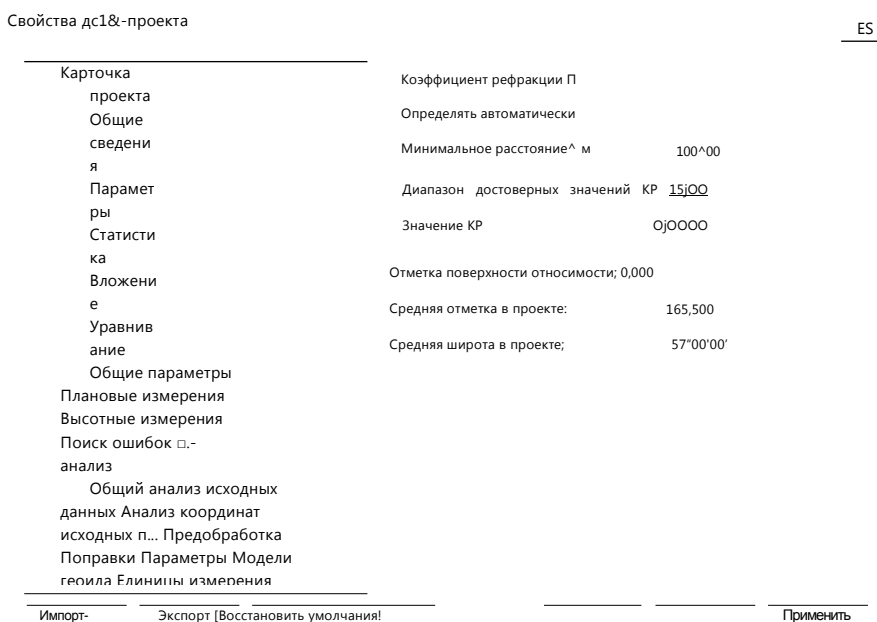

Рис. 2.6
3.6. В пункте Предобработка/Параметры установите среднюю отметку проекта равную 165.5 метров и среднюю широту в проекте равную 57°, как на рис. 2.6.